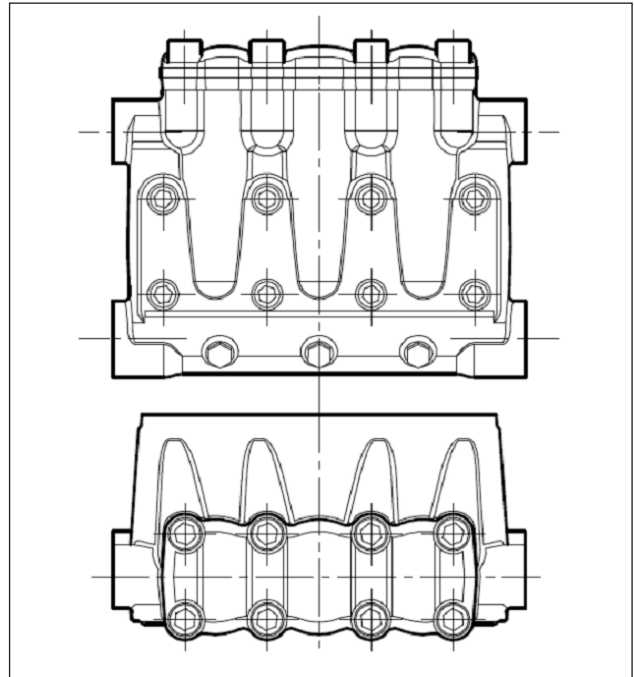

Fig. 34
** Les vis de fixation de la tête, rep. vue éclatée 39, doivent être serrées avec une clé dynamométrique en respectant l'ordre indiqué sur le schéma Fig. 34.
*** Les vis de fixation du couvercle des soupapes, rep. vue éclatée 41, doivent être serrées avec une clé dynamométrique en respectant l'ordre indiqué sur le schéma Fig. 34.